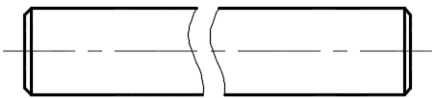

图 6-58 原始光轴零件图形
1) 打开“折弯线性标注.dwg”，该文件中存在着图 6-58 所示的原始光轴零件图形，该光轴零件实际长度为 160。